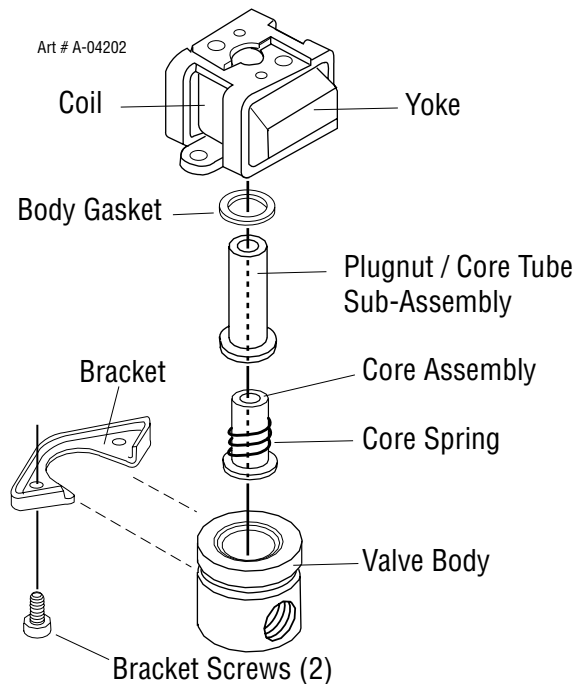

Figura 5-2 Conjunto da válvula de gás
8. Monte novamente a válvula na ordem inversa do processo de desmontagem prestando atenção a figura 5-2.